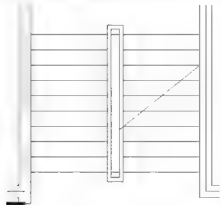

图 2.106 延伸斜线下端至扶手外边线
(2) 用【延伸】命令将斜线下端延伸至扶手的外侧，结果如图 2.106 所示。
② 按 Enter 键进入下一步命令。
③ 在选择要延伸的对象，或按住 Shift 键选择要修剪的对象，或[栏选(F)/窗交(C)/投影(P)/边(E)/放弃(U)]：提示下，单击斜线左下端点。
④ 按 Enter 键结束【延伸】命令。这时斜线左下端点延伸至扶手外侧边线处，如图 2.106 所示。